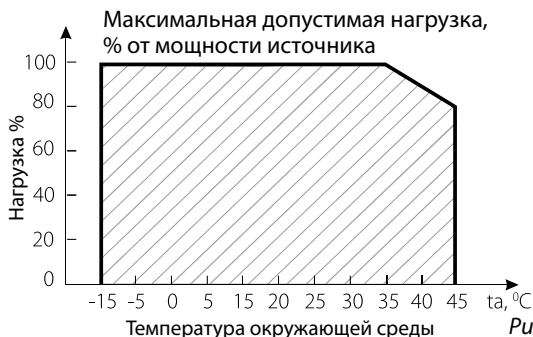

Рис.2
- 4.3. Не нагружайте источник питания более 80% от его максимальной мощности. Учитывайте, что с повышением температуры окружающей среды, максимальная мощность источника питания снижается, см. график зависимости на Рис.2